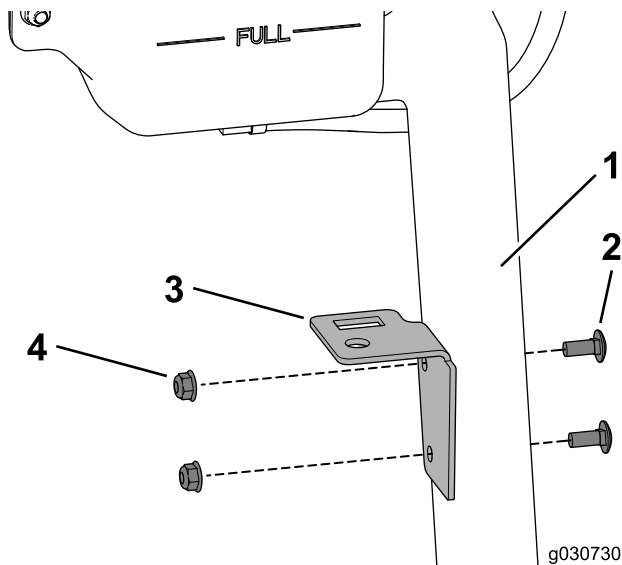

Figura 33
- Utilice 2 pernos de cuello cuadrado (5/16" x 3/4") y 2 tuercas con arandela prensada (5/16") para sujetar la placa del depósito al soporte del depósito de refrigerante (Figura 33).